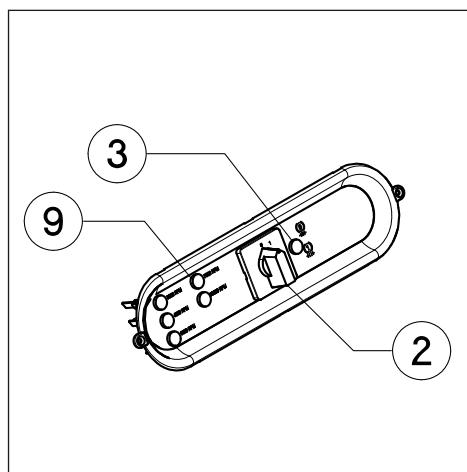
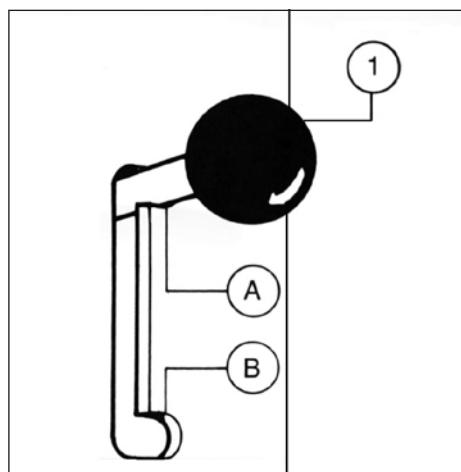
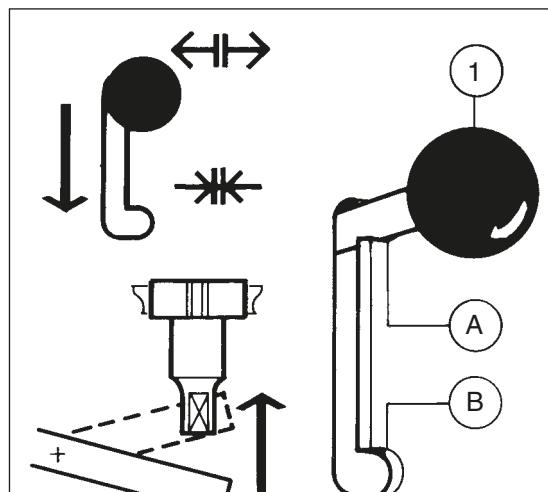

Fig.15
Fig.16
Fig.28
- Il est impossible de faire démarrer la machine si la porte d'accès de la machine est ouverte ou si l'interrupteur de défreinage (2) est dans la position "1" et le témoin orange (3) est allumé.
Il est également impossible de faire démarrer la machine quand le blocage de l'arbre (voir fig.16) est engagé. L'affichage des vitesses s'effectue par les voyants lumineux (9)
- En option, la mise en hauteur de l'arbre de toupie s'effectue à l'aide du bouton (10).
- Mettre l'interrupteur de défreinage (fig.15,2) dans la position "1" afin de libérer l'arbre toupie du moteur-frein.
- Ensuite pousser la poignée (fig.16,1) vers le bas afin de l'introduire dans la gorge d'arrêt située sur la bâti (B).
- Pour remettre la machine en état de démarrage, veillez à ce que le verrou se trouve dans la position haute (fig.16,A) et que l'interrupteur de défreinage se trouve dans la position "0" (fig.15,2).
La machine est équipée d'un moteur-frein qui s'entraîne automatiquement du moment que l'arrêt d'urgence ou le bouton "STOP" (fig.15,6 et 7) est actionné.
La mise en place des arbres interchangeables doit s'effectuer en propreté et avec les plus grands soins. Il est indispensable de nettoyer les arbres et la cône avec un chiffon propre et de les huiler légèrement avant de les mettre en place. Le changement se fait de manière suivante : afin de pouvoir tourner l'arbre à la main pour le faire enclencher dans le verrou de l'arbre, mettre l'interrupteur 2 (fig.15) dans la position "1" et mettre la poignée (1) (fig.28) dans la position "B", ensuite tourner l'arbre à la main pour le faire enclencher dans son verrou.
**Il est indispensable d'attendre l'arrêt complet de l'arbre porte-outils avant d'enclencher le levier de verrouillage (fig. 28). Dans la position A l'arbre est libre, dans la position B l'arbre est verrouillé.**
Avant de démarrer la machine, mettre l'interrupteur de défreinage (2) (fig.15) dans la position "0", mettre la poignée (fig.16,1) dans la position "A" et s'assurer que l'arbre tourne librement.
2. En plus, il y a un interrupteur de position pour la détection de la vitesse limitée à 3000 RPM lors du tenonnage, qui se trouve sur la fourchette d'affichage des vitesses (fig.28).
Dans le cas où aucun des 2 protecteurs (guide et travail à l'arbre) est mis sur la table, donc pour faire des travaux de tenonnage, il est indispensable de mettre la courroie dans la gorge correspondante à la vitesse de 3000 RPM, et de mettre le levier (fig.28,2) sur la position 3000 RPM pour pouvoir démarrer la machine.